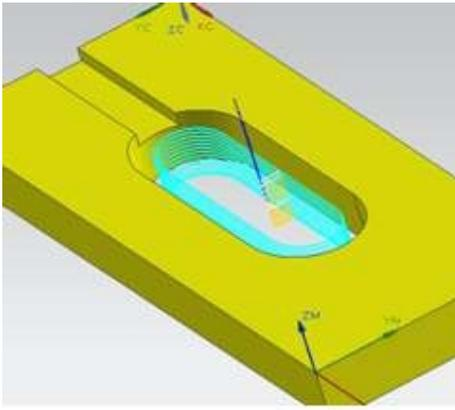

图1
a. 首先必须来了解一下“刀位轨迹=刀具路径”这个概念：顾名思义刀位轨迹就是刀具的运动轨迹，亦即在编程中俗称的“刀路”。其完整的概念表述为：刀位轨迹就是加工工件过程中刀具移动的轨迹，指定的刀具沿着特定的轨迹移动就能够加工出特定的几何形状。如下图（图 1）所示：